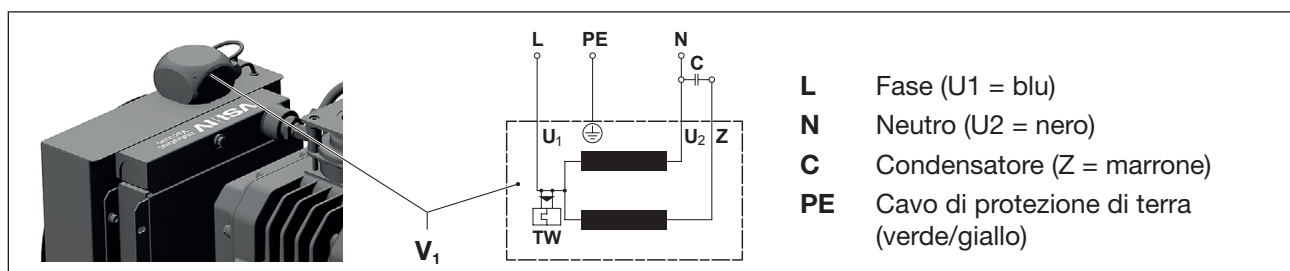

Fig. 14 Ventola schema di collegamento
- Collegare l'alimentazione elettrica alla morsettiera (Fig. 14/V₁) della ventola.